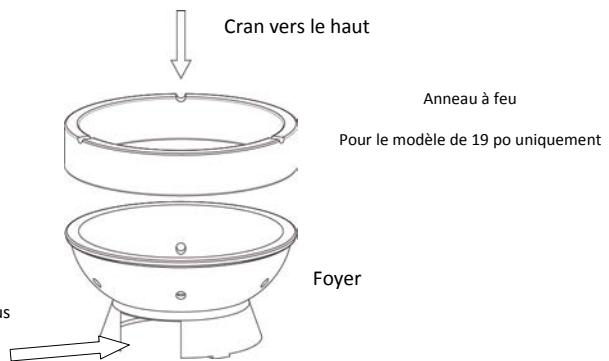

Figure 4
**ÉTAPE 6** Placez l'anneau à feu sur le dessus du foyer avec les crans vers le haut. Les crans sont utilisés pour fixer les pieds de l'élévateur de grille de cuisson. (Voir figure 4)